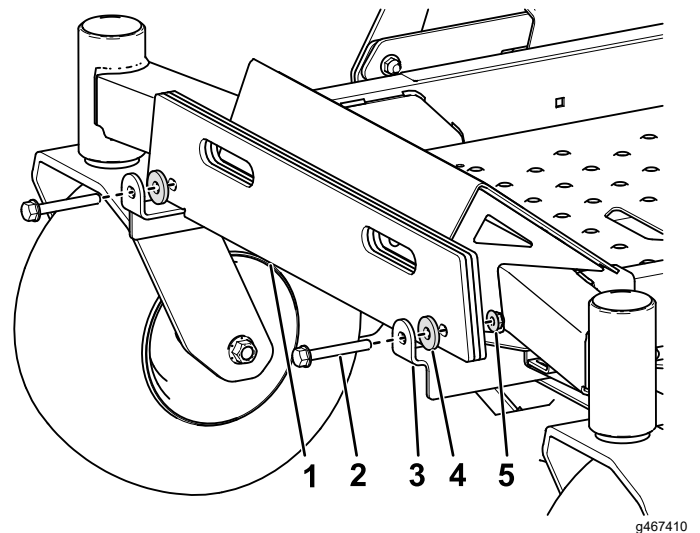

Bild 4
2. Befestigen Sie die beiden Kofferballaste (Gewicht abhängig von der Mähwerksgröße) an den Ballasthalterungen mit zwei Schrauben ($\frac{3}{8}$ " x 2- $\frac{3}{4}$ " und zwei Sicherungsmuttern ($\frac{3}{8}$ "), wie in Bild 4 dargestellt.